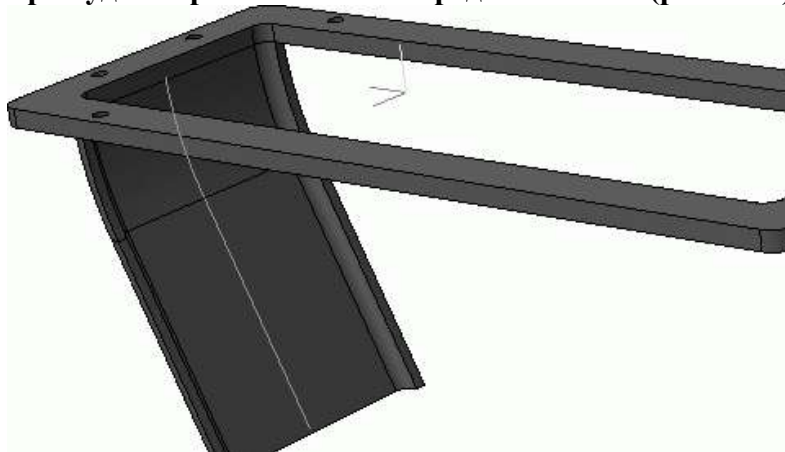

Рис. 3.74. Добавление передней стенки корпуса редуктора
6. Создав эти два эскиза, нажмите кнопку **Кинематическая операция** панели **Редактирование детали** и постройте переднюю стенку редуктора. В качестве базового эскиза укажите профиль стенки, а в качестве траектории – только что созданную кривую-контур корпуса. В группе кнопок **Движение сечения** нажмите кнопку **Параллельно самому себе**. Создайте кинематическую операцию. В результате к фланцу редуктора будет «приклеена» его передняя стенка (рис. 3.74).